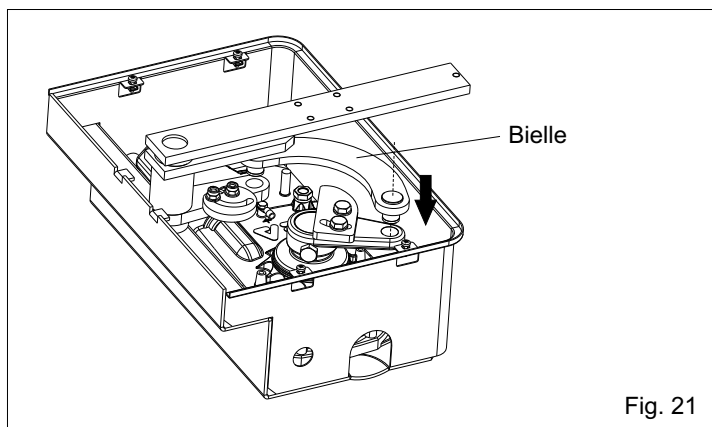

Fig. 21
N.B. Graisser bien les trous et respecter le vers d'insertion de la contre bielle (Fig. 21).